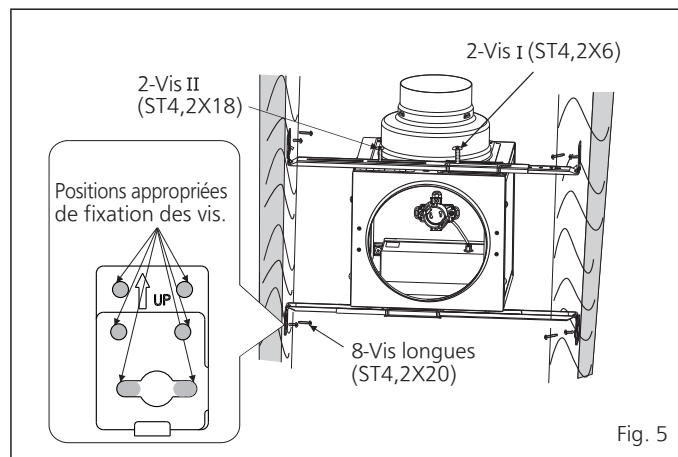

Fig. 5
5. Laissez pendre le boîtier du luminaire à partir des quatre longues vis et ajustez les supports de suspension le cas échéant. Serrez ensuite les quatre longues vis. Puis fixez les autres quatre longues vis (ST4,2X20) aux autres orifices. Assurez-vous que le boîtier du luminaire est au même niveau que les solives. (Voir Fig. 5)
6. Serrez les deux vis I (ST4,2X6) (Sauf lorsque l'espace est de 305 mm (12 po) entre les solives.). Puis fixez le support de suspension I et II au boîtier du luminaire avec les vis II (ST4,2X18). (Voir Fig. 5)